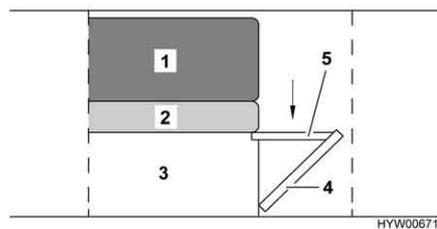

Fig. 52 Dopo la trasformazione
- Far innestare la prolunga del cassone letto (Fig. 52,5) e, in caso necessario, sollevare il cuscino del divano.